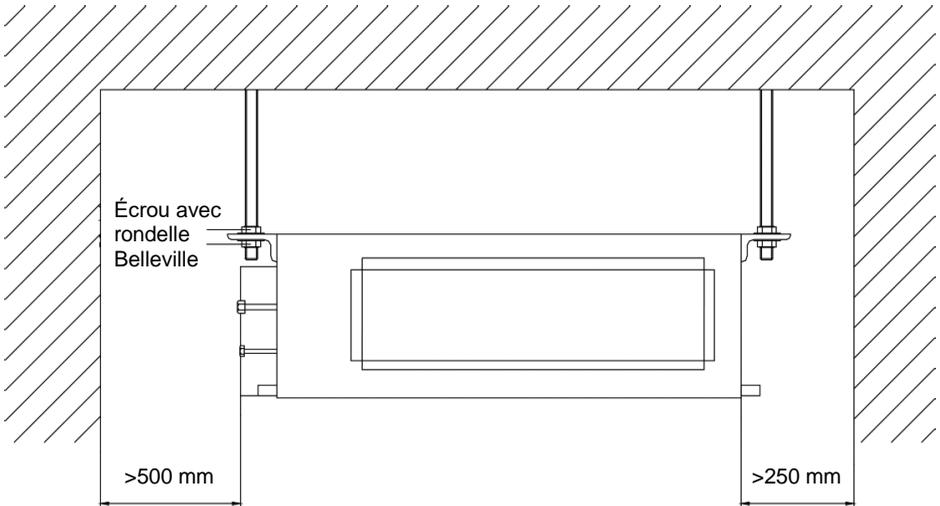

Fig. 2
- 4) Laisser de la place libre autour de l'unité pour les opérations de l'entretien, comme indiqué dans la figure 2.